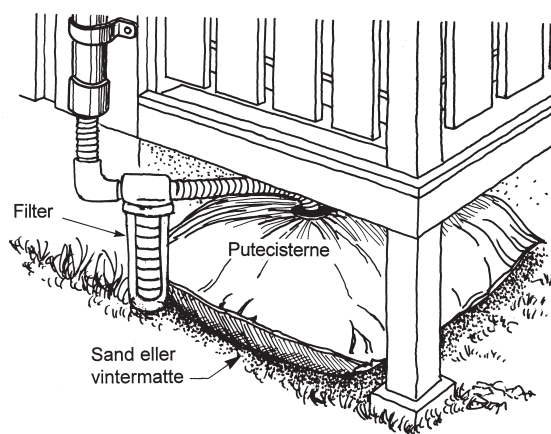

Fig. 333
- 333 *Putecisterner*. Drikkevannstanker av denne typen er framstilt av polyamidvev (nylon) belagt med PVC. Materialene har god aldringsbestandighet. Putetanker kan romme fra 300 til 6 000 l, se fig. 333. De har liten høyde i forhold til flate og kan ofte monteres skjult, f.eks. under en treterasse. Cisternene er lette å pakke sammen og transportere når de er tømte for vann. Eventuelle hull kan lappes.
- 611 *Rengjøringsintervaller og -metoder.* Rengjøring utføres vanligvis én gang pr. år. Bruk en stiv kost, vann og ev. utblandet oppvaskmiddel. Putecisterner (se fig. 333) skylles med klorholdig vann. Til slutt skylles med rikelige mengder rent vann. Har man forholdsvis rene oppsamlingsflater, et godt inntaksfilter og kald lagring, kan tiden mellom hver rengjøring økes noe.